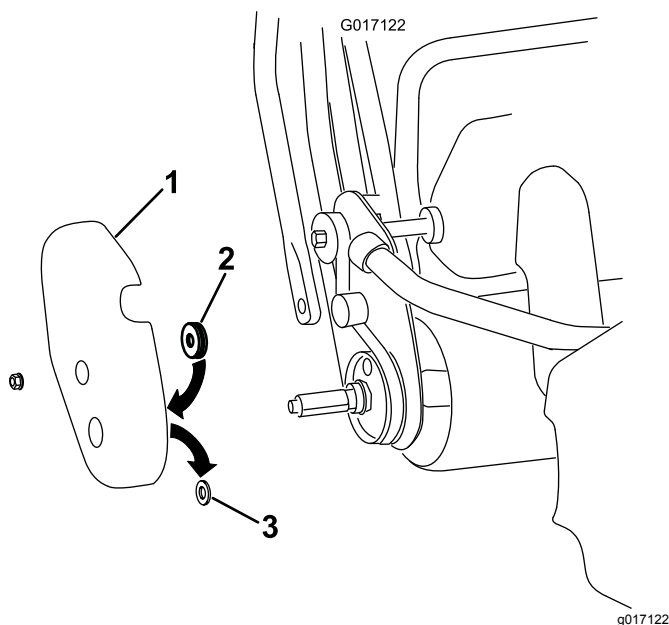

Figura 5
- Rimuovete il carter del tamburo destro dalla macchina (Figura 5).
- Rimuovete ed eliminate l'anello passacavi in gomma dal foro dell'assale nel carter del tamburo (Figura 5).
- Fissate la guarnizione di feltro all'interno del carter posizionandola attorno al foro dell'assale (Figura 5).